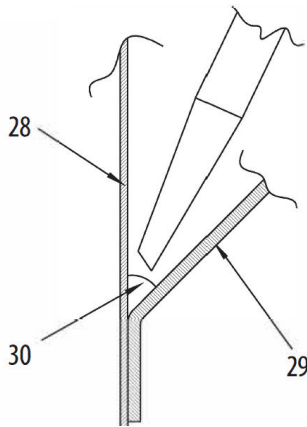

Abb. 9: Versiegeln des Tanks
- Schritt 2: Setzen Sie den Netzdeckel 8 (Abb.9,3) des Bodens auf den Behälter auf.
- Schritt 3: Verbinden Sie die Ausgleichsfeder (Abb.9,7) mit der Verbindungsstelle (Abb.9, 4 und 6) des Steckers am Spezialsauger.